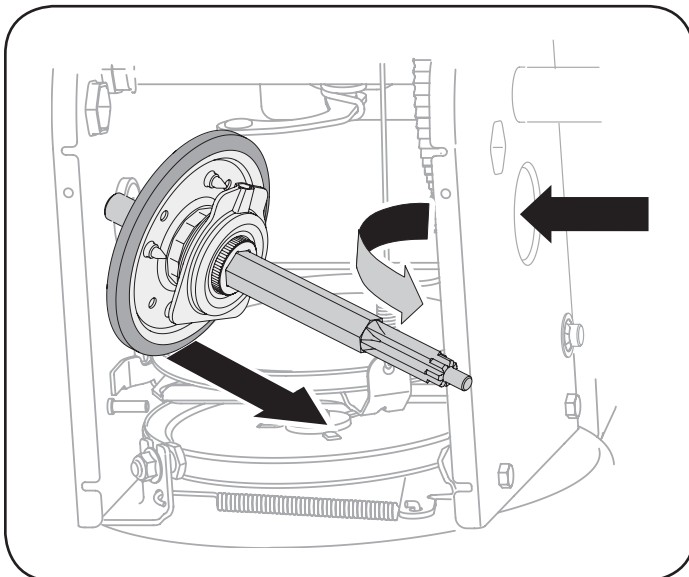

Figura 35
7. Con cuidado, ubique el eje hexagonal hacia abajo y hacia la izquierda antes de deslizar con precaución el montaje de la rueda de fricción fuera del eje. Vea la Figura 35.